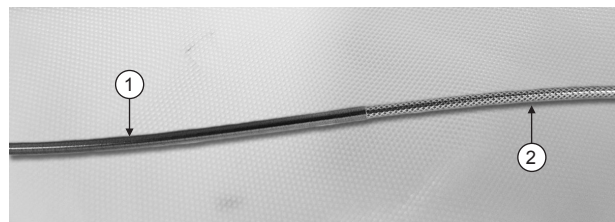

Figura 3. Guaina esterna retrattile argentata e guaina di isolamento dorata
Nota: se si utilizza l'altra mano per tenere il sistema di rilascio, sostenere delicatamente il sistema di rilascio in corrispondenza della guaina di isolamento dorata (1). Non comprimere la guaina esterna argentata (2) durante il rilascio. Fare riferimento alla **Figura 3**.